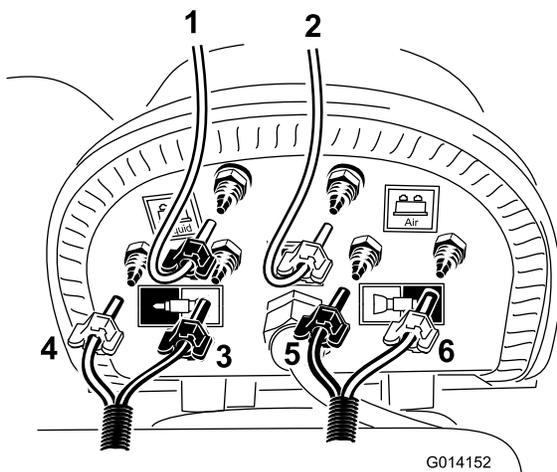

Figura 17
Nota: Collegate il tubo trasparente al raccordo scanalato **blu** o dell'acqua sul compressore, come illustrato in Figura 17. Usate una fascetta per tubo blu per fissare entrambi i tubi. La guaina delle tubazioni dovrà essere ulteriormente aperta affinché le tubazioni si adattino alla lunghezza del gruppo serbatoio.
3. Individuate il flessibile di equalizzazione corto tagliato in precedenza e collegate il tubo trasparente al raccordo scanalato rimasto libero sul tappo del serbatoio, come illustrato in Figura 17.
5. Individuate il flessibile della schiuma disposto in direzione della barra sinistra e montate il tubo blu e il tubo trasparente nei punti illustrati in Figura 17.
6. Individuate il flessibile della schiuma disposto in direzione della barra destra e montate il tubo blu e il tubo trasparente nei punti illustrati in Figura 17.